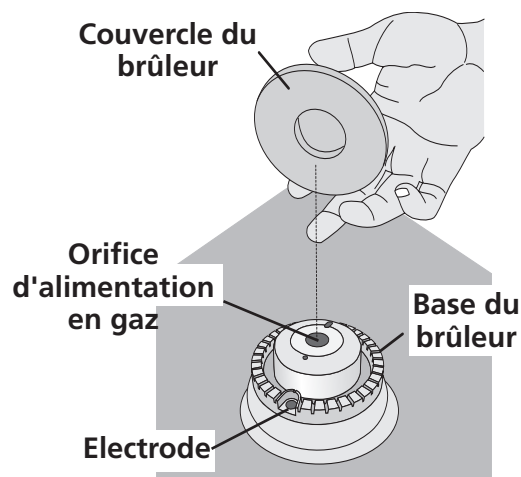

Figure 9
B. Brûleurs réguliers: Les bases et les couvercles des brûleurs réguliers sont déjà installés. Enlevez les rubans adhésifs et vérifiez si les couvercles sont correctement installés (Figure 9).